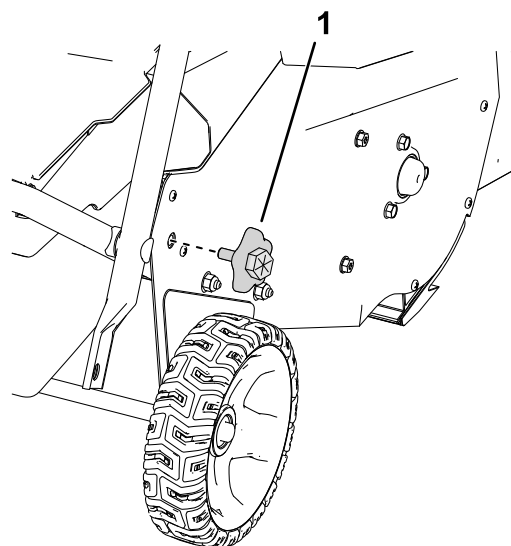

Figure 5
4. Retirez les boutons sur inférieurs du guidon de chaque côté de la machine (Figure 5).